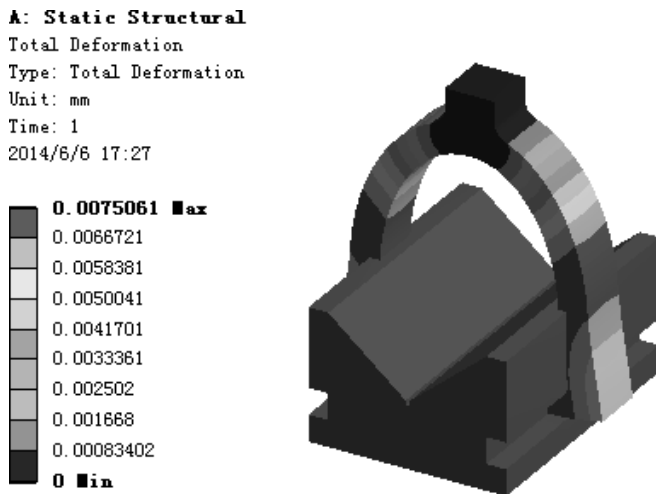

图 7.6.20 位移变形结果图解
(3) 查看位移结果图解。在“Outline”窗口中选中  Total Deformation，查看图 7.6.20 所示的位移变形结果，其最大位移为 0.0075061 mm。